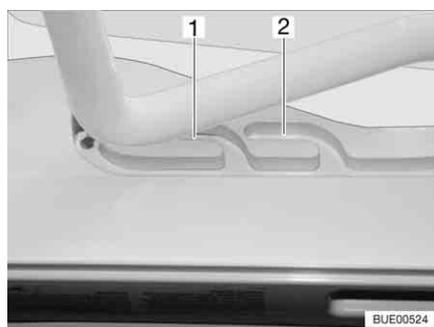
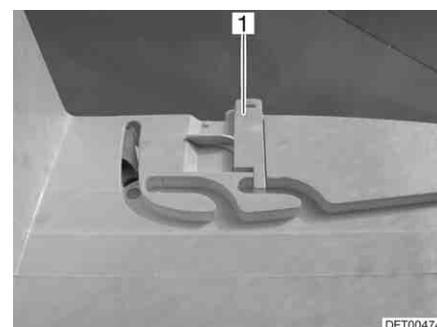

Fig. 127 Oblò Heki in posizione di ricircolo d'aria
Fig. 128 Bloccaggio della posizione di ricircolo d'aria
È possibile portare l'oblò Heki in due posizioni di ricircolo d'aria: Posizione brutto tempo (Fig. 127,1) e posizione centrale (Fig. 127,2). A seconda del modello, l'oblò può essere bloccato sulla posizione centrale del suo telaio con i due chiavistelli (Fig. 128,1) di sinistra e destra.
- Premere la staffa leggermente verso l'alto, spingerla nella guida selezionata (Fig. 127,1 o 2) ed eventualmente bloccarla.